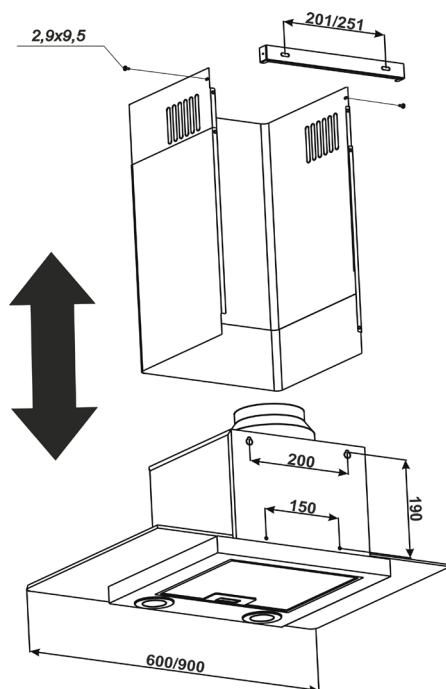

Рис. 4
6.4 Проведите разметку крепежных отверстий корпуса на стене кухни. Для этого изготовьте бумажный шаблон с координатами 4-х отверстий на задней стенке корпуса (**точки А, В, С, D див. схема монтажу**); приложите шаблон к стене на необходимой высоте, указанной ранее, и выровняйте по уровню (рис.4).
6.9 Установите телескопический кожух дымохода на корпусе вытяжки. Поднимите верхнюю панель кожуха с планкой под потолок, чтобы он закрывал воздухопровод вентиляции, и разметьте по пазам планки **2 отверстия под крепление (точки Е, F)** (рис.4).
6.13 Установите внешнюю панель кожуха дымохода в пазы на корпусе вытяжки, а внутреннюю – поднимите вверх до совмещения отверстий крепления с планкой и соедините с боков **2-мя шурупами ПКГ 2,9х9,5** (рис.4).